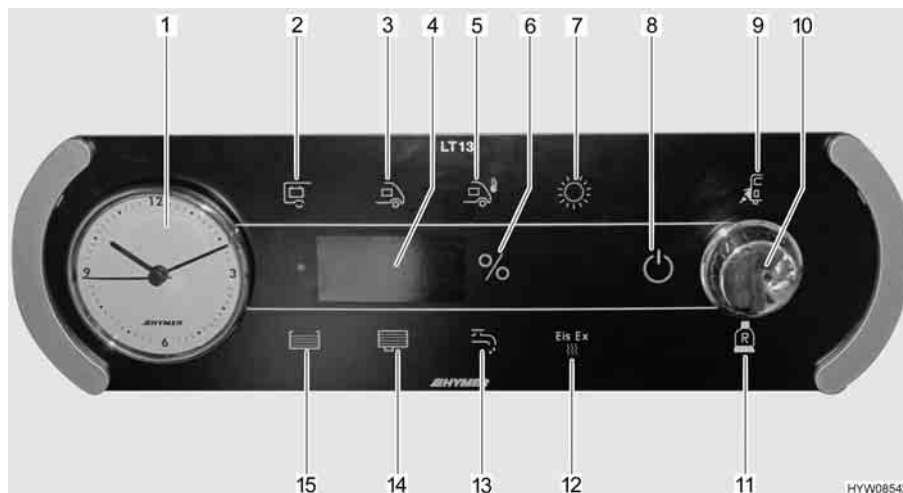

Fig. 107 Pannello di controllo (LT 13)
Il pulsante a rotazione (Fig. 107,10) inserisce o disinserisce il pannello di controllo e l'alimentazione a 12 V dell'abitacolo.
Accensione: ■ Premere il pulsante a rotazione (Fig. 107,10): L'alimentazione a 12 V dell'abitacolo è inserita. La spia di controllo a 12 V (Fig. 107,8) diventa verde.
Spegnimento: ■ Premere il pulsante a rotazione (Fig. 107,10): L'alimentazione a 12 V dell'abitacolo è disinserita. La spia di controllo a 12 V (Fig. 107,8) si spegne.
- Ruotare il pulsante a rotazione (Fig. 107,10), finché non si accende il simbolo pompa acqua (Fig. 107,13). Sull'indicatore compare lo stato di commutazione attuale ("ON" oppure "OFF").
- Ruotare il pulsante a rotazione (Fig. 107,10), finché non si accende il simbolo Eis-Ex (Fig. 107,12). Sull'indicatore compare lo stato di commutazione attuale ("ON", "AUTO" oppure "OFF").
Il simbolo controllo di rete (Fig. 107,9) è acceso quando il veicolo è alimentato con tensione di rete a 230 V. Le batterie vengono caricate.
Il simbolo bombola del gas di riserva (Fig. 107,11) è acceso quando viene utilizzata la bombola del gas di riserva.
- Ruotare il pulsante a rotazione (Fig. 107,10), finché non si accende il simbolo temperatura esterna (Fig. 107,5). La temperatura esterna viene visualizzata sull'indicatore (ad es. "25 °C").
- Ruotare il pulsante a rotazione (Fig. 107,10), finché non si accende il simbolo batteria abitacolo (Fig. 107,2). La tensione della batteria dell'abitacolo viene visualizzata sull'indicatore (ad es. "13,8U" per 13,8 Volt).
- Ruotare il pulsante a rotazione (Fig. 107,10), finché non si accende il simbolo della batteria dell'abitacolo (Fig. 107,2). La corrente della batteria dell'abitacolo è visualizzata sull'indicatore.
- Ruotare il pulsante a rotazione (Fig. 107,10), finché non si accende il simbolo batteria d'avviamento (Fig. 107,3). La tensione della batteria d'avviamento viene visualizzata sull'indicatore (ad es. "12,1U" per 12,1 Volt).
- Ruotare il pulsante a rotazione (Fig. 107,10), finché non si accende il simbolo solare (Fig. 107,7). La corrente fornita dal pannello di controllo solare viene visualizzata sull'indicatore (ad es. "5,8A" per 5,8 Ampère).
- Ruotare il pulsante a rotazione (Fig. 107,10), finché non si accende il simbolo serbatoio acqua (Fig. 107,15). Il livello del serbatoio dell'acqua è visualizzato in percentuale sull'indicatore. Se il serbatoio dell'acqua è vuoto, l'indicatore lampeggia.
- Ruotare il pulsante a rotazione (Fig. 107,10), finché non si accende il simbolo serbatoio acque grigie (Fig. 107,14). Il livello del serbatoio delle acque grigie è visualizzato in percentuale sull'indicatore. Se il serbatoio delle acque grigie è pieno, l'indicatore lampeggia.
- ▷ Se il simbolo "%" (Fig. 107,6) lampeggia, significa che il sensore è difettoso. Pulire il sensore o chiamare il servizio clienti.